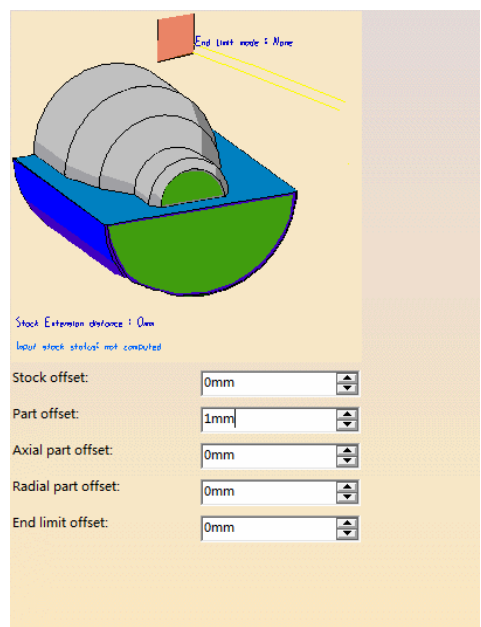

图 7-79 定义零件余量（4）
- 定义零件余量（4）。在“Part offset”文本框中输入“1mm”，如图 7-79 所示。